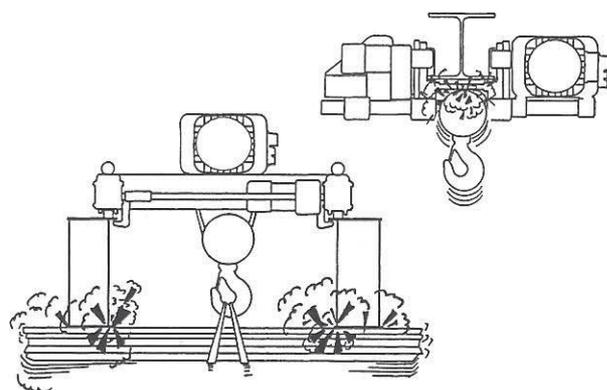

fig.88
- Cuando el montacargas está dotado de carretilla y obstáculo reducido DST/R o biviga DRT, el fin de carrera de subida DEBE ser regulado para evitar el riesgo de colisión de la carga y/o de la garrucha o partes del montacargas contra la estructura de la/s viga/s (fig. 88)